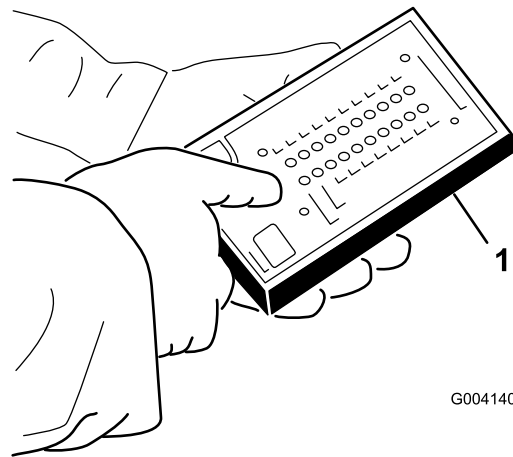

図 41
4. 故障診断 ACE ディスプレイを打ちのコネクタを診断用コネクタに接続する 図 41。